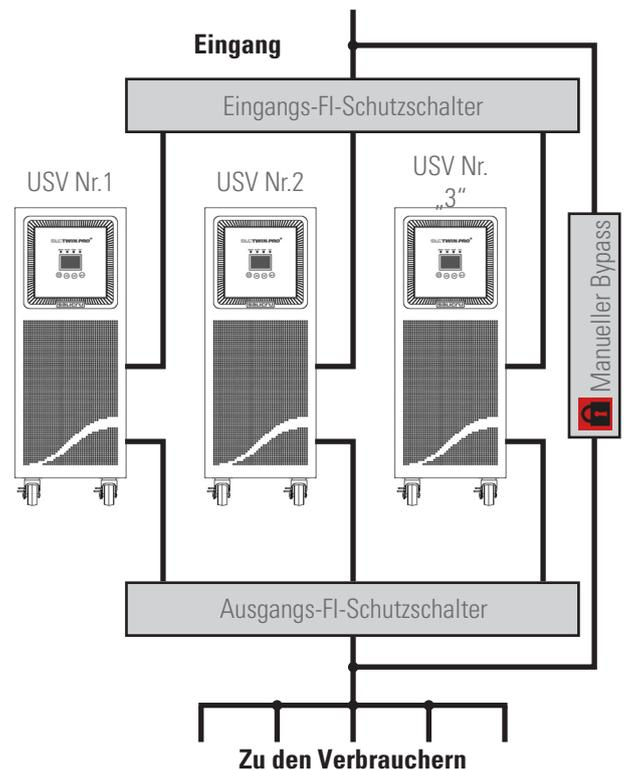

Abb. 23. Parallele Installation eines Verteilerkastens mit manuellem Bypass.
- Es ist erforderlich, die Installation der parallelen Systeme mit einem Kasten mit einzelnen Eingangs- und Ausgangsschutzvorrichtungen sowie mit einem manuellen Bypass mit mechanischer Verriegelung auszustatten, siehe Abb. 23. Für weitere Informationen im Abschnitt 5.1.5.4. die Beschreibungen bezüglich des manuellen Bypass-Kastens sowie die Anweisungen zur „empfohlenen Installation“ lesen.
- In der Abb. 23 ist ein Verteilerkasten mit manuellem Bypass für ein paralleles System dargestellt; für ein einzelnes Gerät muss entsprechend die Anzahl von Schaltern angepasst werden.